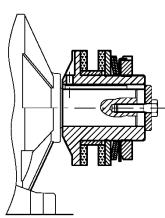
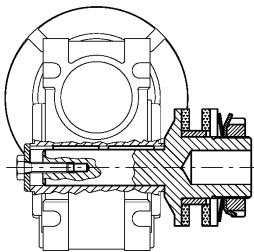
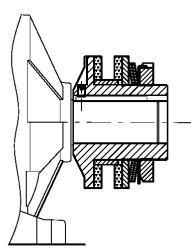

FIG. 2
FIG. 3
FIG. 4
- Il fissaggio del dispositivo può essere effettuato assialmente con vite e rondella (FIG.2), radialmente con grano sulla linguetta (FIG.3). Oltre a questi blocaggi possono essere utilizzati, a richiesta, calettatori interni (FIG.4) o esterni (FIG.5).
- The device can be fixed axially with a screw and washer (FIG. 2) or radially with grub screw (FIG. 3). In addition to these std. fixing system can also be used a locking assembly (FIG.4) or shirnk discs (FIG.5).